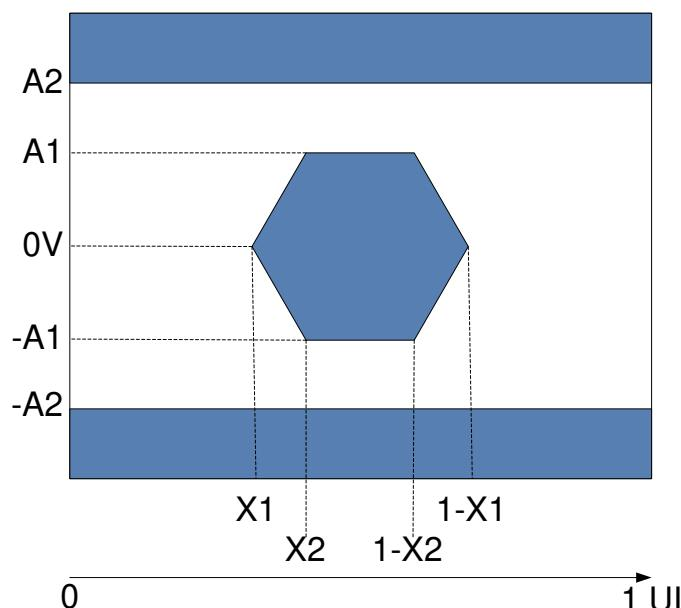

図 5-12. HSSI アイ特性
- (1) DMD を動作させるには、すべての電源接続が必要です。VDD、VDDA、VOFFSET、VBIAS および VRESET。DMD を動作させるには、すべての VSS 接続が必要です。
- (2) すべての電圧値は、グラントピン (VSS) を基準としたものです。
- (3) 過剰な電流を防止するため、電源電圧のデルタ |VDDA – VDD| は、指定限界値よりも小さい必要があります。
- (4) 過剰な電流を防止するため、電源電圧のデルタ |VBIAS – VOFFSET| は、指定限界値よりも小さい必要があります。
- (5) 200μs の 3 つのグローバルリセットに基づく電源消費電力。
- (6) LVC MOS 入力仕様は、ピン DMD\_DEN\_ARSTZ に対するものです。
- (7) LVC MOS 出力仕様は、ピン LS\_RDATA\_A および LS\_RDATA\_B に対するものです。
- (8) 図 5-12 (1e-12 BER) を参照してください。
- (9) 「推奨動作条件」で定義